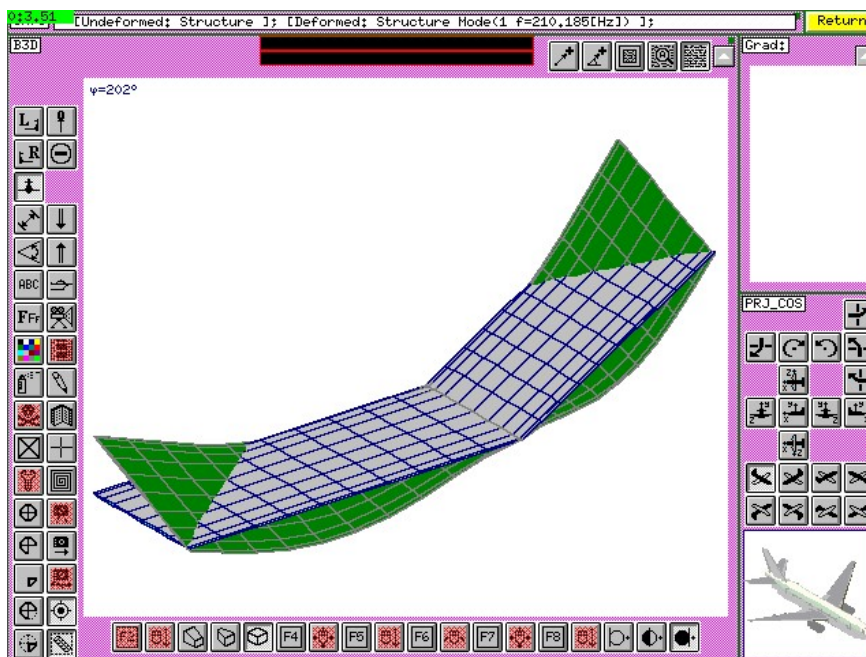

Рисунок 34. Анимация 1-го тона симметричных крутильных колебаний крыла
Аналогично можно визуализировать 1-й тон собственных колебаний кручения крыла с частотой 210.18 Гц (Рисунок 34) и т. д. Для выхода из активного окна «(4) Sym mode freq» нажмите желтую клавишу «Return» в правом верхнем углу с курсором .